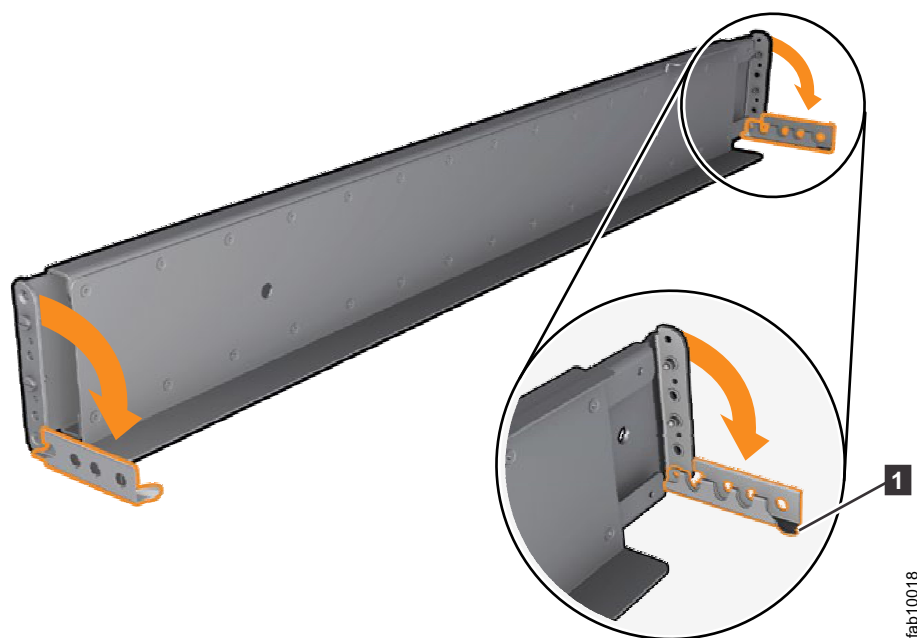

Figura 38. Apertura de las piezas de sujeción de la bisagra
6. En cada extremo del riel, sujete la pestaña **1** y tire *firmemente* para abrir el soporte de bisagra (consulte la Figura 38 en la página 37).